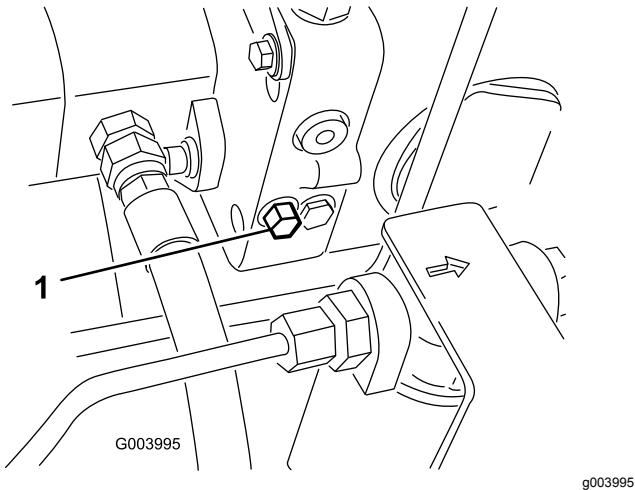

Figura 43
1. A válvula de derivação está localizada no lado esquerdo do hidrostato (Figura 43). Rode o parafuso 1-1/2 voltas para abrir para permitir a passagem do óleo internamente. Após este procedimento, torna-se possível deslocar lentamente a máquina sem danificar a transmissão.